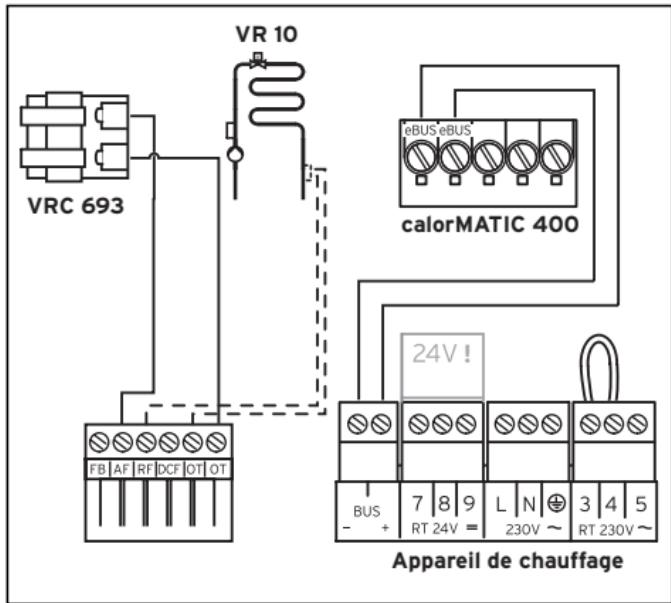

Fig. 10.1 Raccordement électrique
La connexion à l'appareil de chauffage se fait à l'aide d'une ligne de transfert de signaux à 2 brins (eBus), cf. fig. 10.1.
- Enlevez le couvercle (1) du boîtier et fixez le boîtier au mur avec 2 vis placées dans les orifices de fixation (8).
- Posez le câble de raccord (4) de 2 x 0,75 mm² minimum et tirez-le par en bas à travers le passe-câbles (3). La étanchéité à l'eau du récepteur doit être garantie par un passe-câbles approprié et un montage soigneux.
- Procédez au câblage des bornes de raccordement en respectant le schéma de la figure 10.1.
- Assurez-vous que le joint du boîtier est fixé correctement dans la partie supérieure du boîtier (1) et appuyez la partie supérieure sur le boîtier.
En cas d'installation murale, la communication avec l'appareil de chauffage s'effectue via l'eBus. Tous les connecteurs de raccord eBus sont conçus de manière à pouvoir câbler au minimum $2 \times 0,75 \text{ mm}^2$ (recommandé) par borne de raccordement. Il est ainsi possible d'inverser les câbles sans pour autant perturber la communication (fig. 10.1). Observez également les indications de la notice de l'appareil de chauffage. Le pont au niveau des bornes de raccordement
La sonde VR 10 est directement raccordée à l'appareil de chauffage (cf. fig. 10.1).